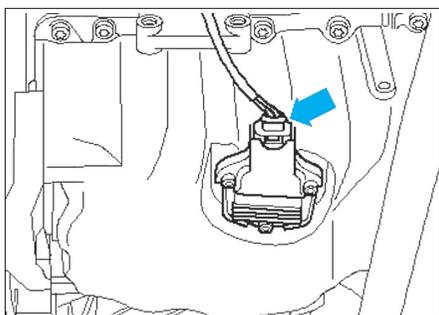

Fig. 24
- Débrancher le connecteur de la sonde de niveau et de température d'huile (Fig.24).